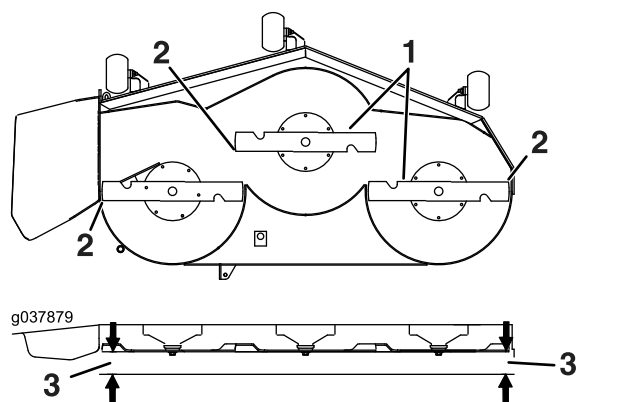

Figure 104
6. Mesurez la distance entre la pointe des lames et le sol plat (Figure 104). Si les deux mesures diffèrent de plus de 5 mm (3/16 po), ajustez l'horizontalité des lames; poursuivez cette procédure.
14. Tournez prudemment les lames pour qu'elles soient parallèles dans le sens transversal (Figure 104).